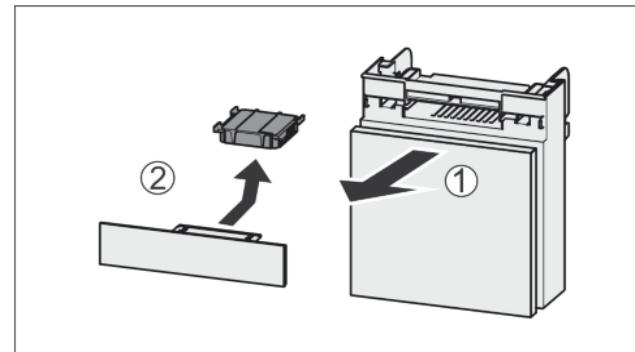

Fig. 33
- Вытянуть Fig. 33 (1) отделение движением вперед.
- Извлечь Fig. 33 (2) фильтра с активированным углем.